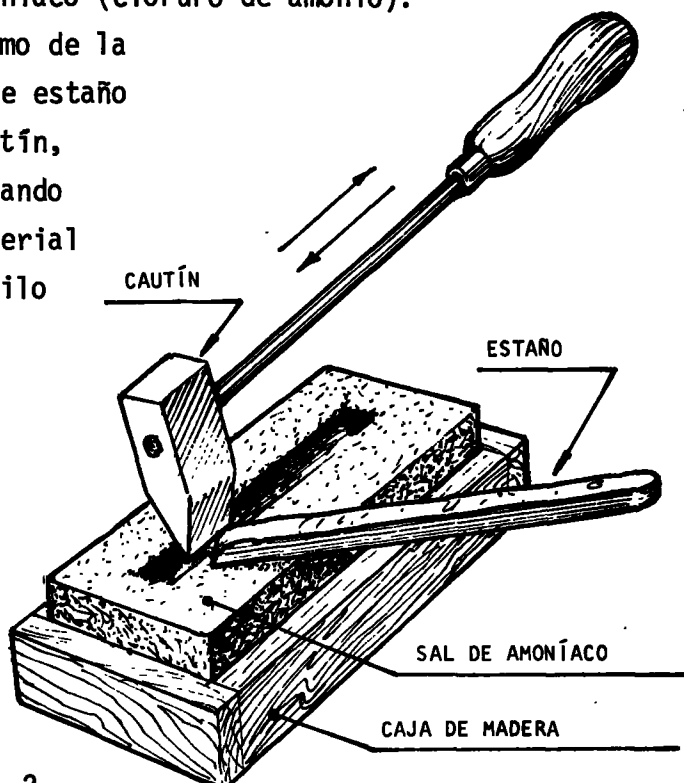

Fig. 2
- \_\_\_ b Deslice el extremo de la barra de aleación de estaño por el filo del cautín, de modo de ir aplicando una película de material soldante sobre el filo (fig. 2).